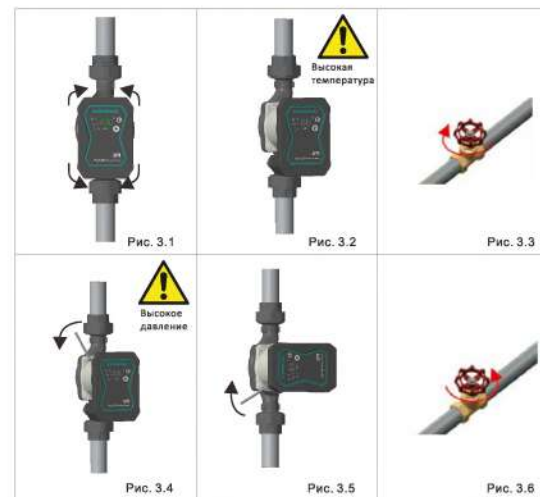

Рис. 3
Контрольная коробка вращается по стеллажу в 90°; при необходимости можно изменить монтажное положение контрольной коробки, допускаемое положение контрольной коробки как рис. 3-①).
- ① Ослабить и вынести четыре болта с внутренней шестигранной для фиксирования головки насоса (рис. 3-④);
- ② Вратить головку насоса на намеренное положение (рис. 3-⑤);
- ③ Возвратить четыре болта с внутренней шестигранной и взвинтить по крестообразному направлению (рис. 3-⑤);